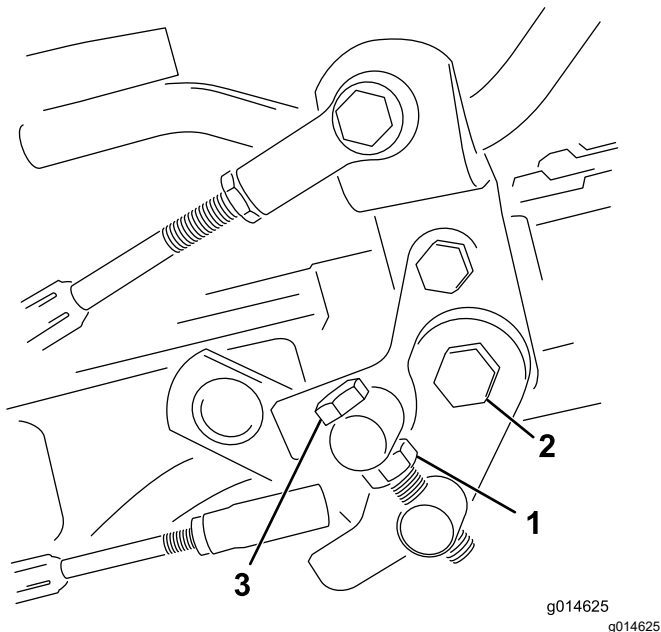

図 40
1. トラニオンボルトのジャムナットをゆるめる 図 40。
4. トラニオンボルトのジャムナット、およびペダルピボットのナットを締め付けて調整を固定する 図 40。調整を確認し、必要に応じて再調整する。